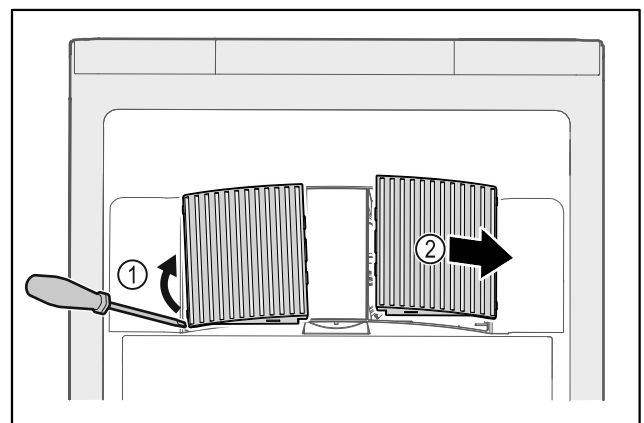

Fig. 144
- ▶ Izceliet uzmanīgi ventilatora pārsegu no sāniem Fig. 144 (1) un noņemiet uz priekšu Fig. 144 (2).